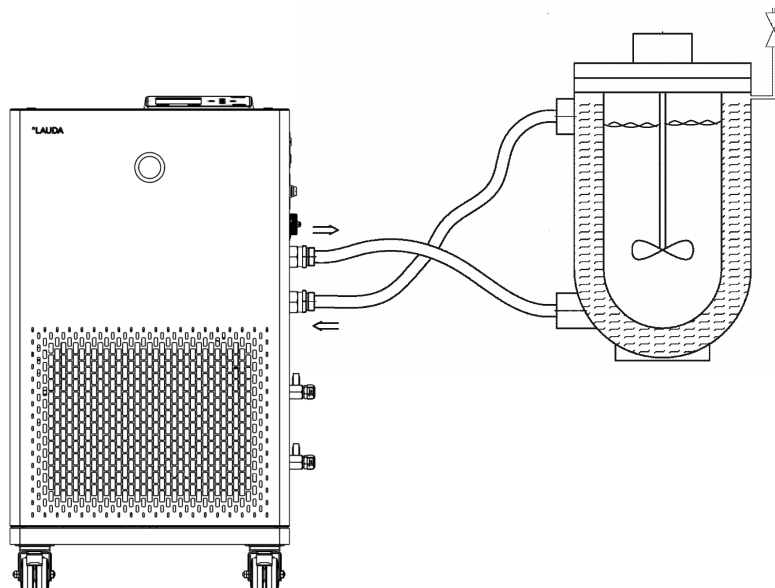

Fig. 11: Schéma de raccordement avec vanne de purge
- Une vanne de purge peut, en fonction du type constructif de l'application, simplifier sensiblement le processus de purge. La vanne de purge doit être montée sur le point le plus haut du circuit (Fig. 11).
Afin que des bulles de gaz/vapeur puissent être évacuées du système et que le fonctionnement ne soit pas perturbé, l'application externe doit être raccordée conformément au schéma (Fig. 11). L'alimentation de la pompe doit être reliée au raccord du bas de l'application. Le retour vers la tubulure de pompe doit être relié au raccord du haut de l'application. L'écoulement se fait alors de bas en haut dans l'application.